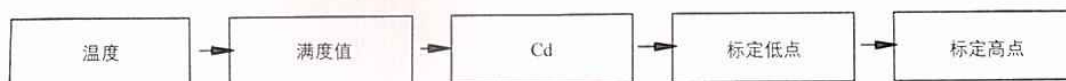

图 27 电子实验标定流程图
- a. 参照图 27, 把 110 电阻连接到 TB2 端子排 1 和 2 号端子上。